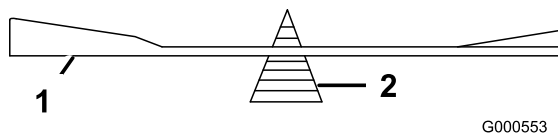

Figura 49
- Controllate l'equilibrio della lama posizionandola su un bilanciatore (Figura 49).